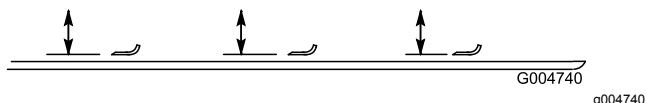

Figure 125
2. Tournez la lame dans le sens longitudinal et mesurez la distance entre l'intérieur du plateau de coupe et le tranchant à l'avant de la lame (Figure 125).